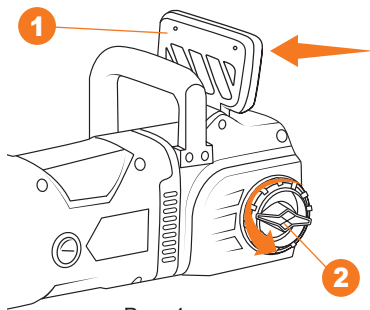

Рис. 4
1. Установите тормоз цепи **1** в нерабочее положение, для этого потяните его на себя в направлении к передней рукоятке. Открутите ручку фиксации **2** против часовой стрелки и снимите боковую крышку (Рис. 4).